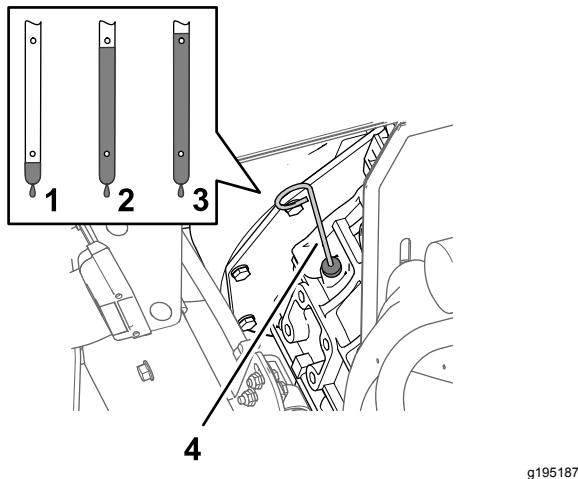

图 74
6. 取出量油尺并检查发动机中的机油油位(图74)。
7. 慢慢注入规定油量的剩余部分使油位达到量油尺上的“已满”标记处图74。